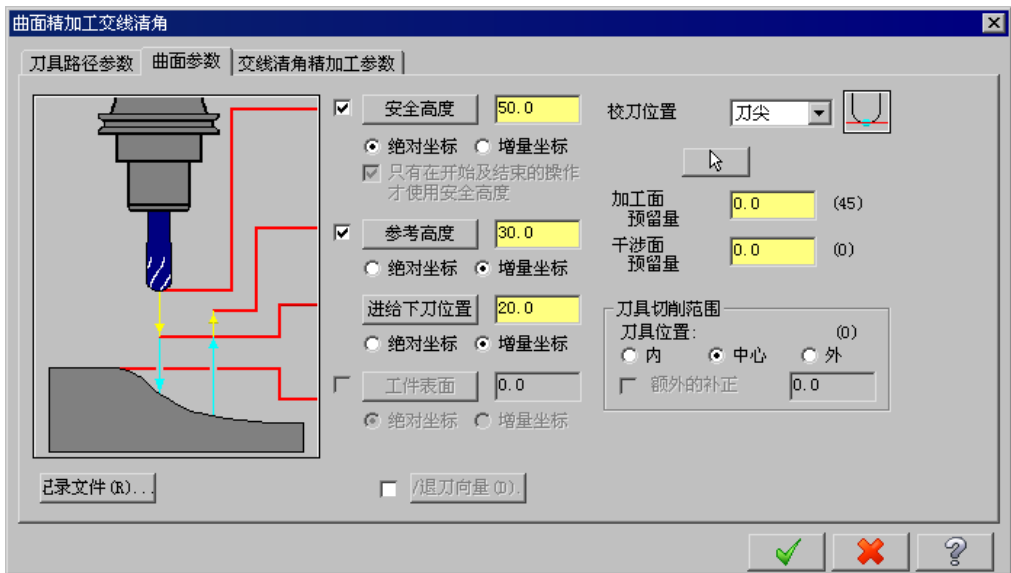

图 17.42 “曲面参数”选项卡
(3) 设置刀具的加工参数。单击“定义刀具-机床群组-1”对话框中的 **参数** 选项卡，在 **进给速率** 文本框中输入值 300.0，在 **下刀速率** 文本框中输入值 100.0，在 **提刀速率** 文本框中输入值 500.0，在 **主轴转速** 文本框中输入值 4500.0。
(4) 设置冷却方式。在 **参数** 选项卡中单击 **Coolant...** 按钮，系统弹出“Coolant...”对话框，在 **Flood**（切削液）下拉列表中选择 **On** 选项。单击该对话框中的 **✓** 按钮，关闭“Coolant...”对话框。
Step6. 设置曲面参数。在“曲面精加工交线清角”对话框中单击 **曲面参数** 选项卡，设置图 17.42 所示的参数。